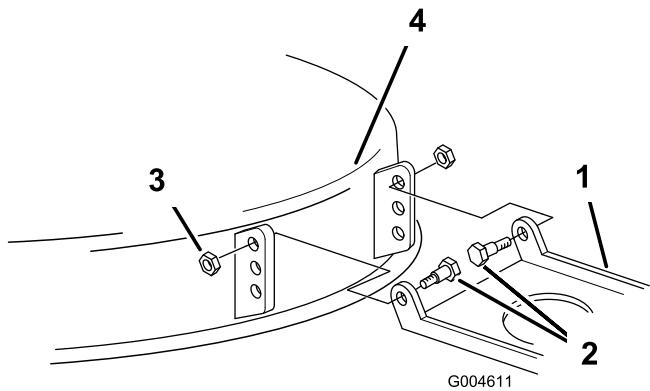

Bild 49
18. Wenn Sie keine Neigung nach vorne von 6 bis 16 mm durch Drehen der Neigungseinstellmutter erhalten, drehen Sie die Mähwerkbefestigungshalterung am Mähwerk (Bild 49).
19. Entfernen Sie die Ansatzschrauben und Sicherungsmuttern vom Mähwerk (Bild 49).
20. Verlegen Sie das Mähwerksgelenk ein Loch tiefer und installieren Sie die Ansatzschrauben und Sicherungsmuttern (Bild 49).